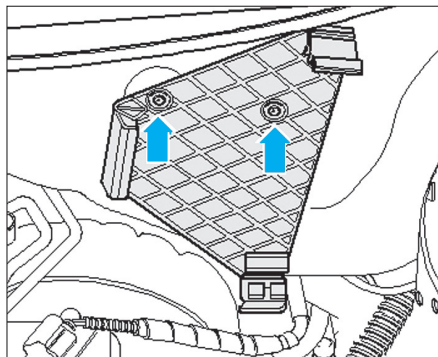

Fig. 19
- Déposer le support de calculateur (Fig.19).